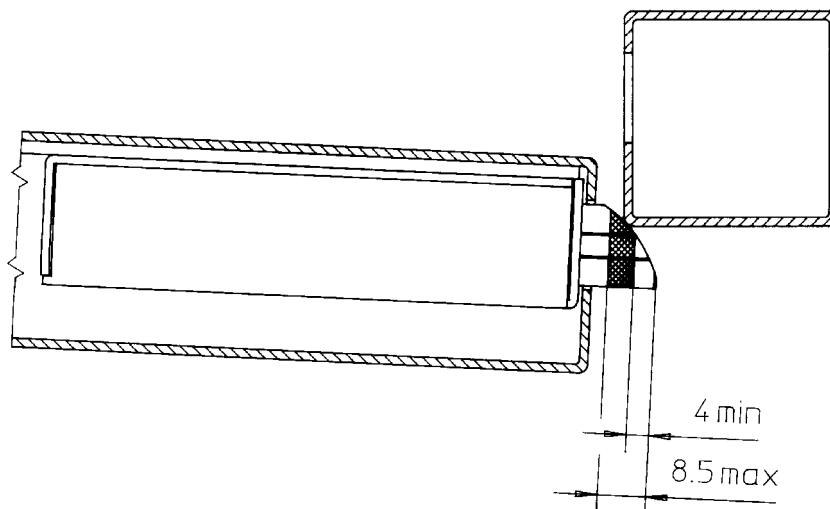

fig. 4
- L'impatto tra lo scrocco della serratura ed il telaio della porta (o la bocchetta art. 1-06220-20 se adottata) deve avvenire entro i valori 4 min. e 8.5 max (vedi fig. 4).